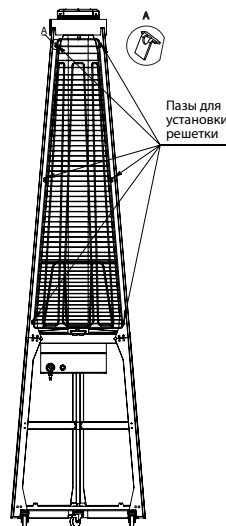

Рис. 9 – Установка решетки
- Установите в пазы верхних профилей решетки (Рис. 9).